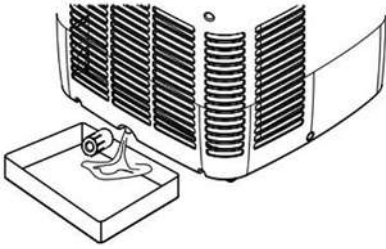

Fig. 1
- Voordat u het opbergt, moet u de rubberen plug aan de onderkant van de afvoerpoort (nr. 10) eruit halen en het water laten weglopen. (Fig. 1) Laat de unit enkele uren alleen in de ventilatormodus draaien om eventueel vocht op de spoelen te drogen om zo schimmel te voorkomen.